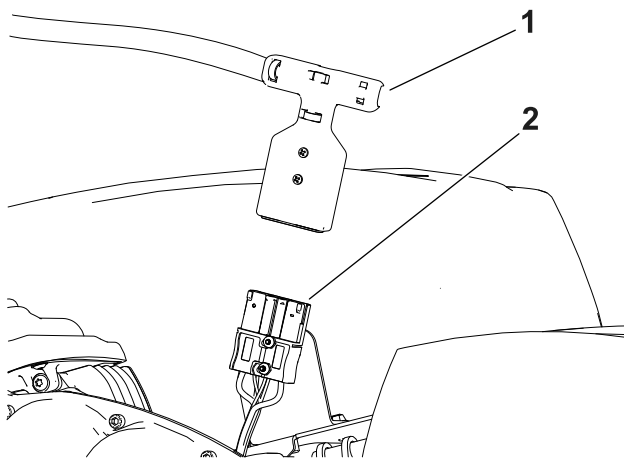

Bild 34
5. Trennen Sie den Akku ab, indem Sie den T-Holmanschluss vom Hauptstromanschluss abziehen (Bild 34).